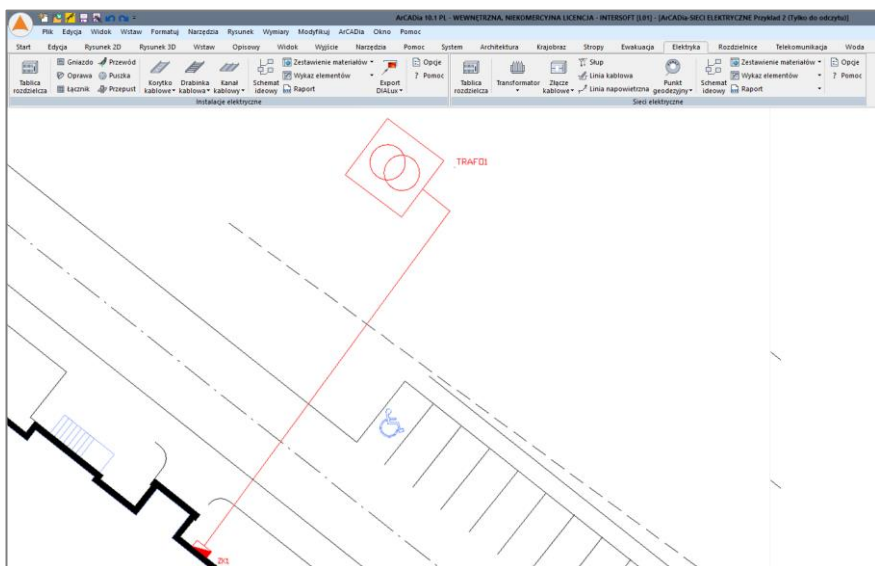

Rys. 13. Właściwości Zabezpieczeń.
- Następnie kliknij przycisk **Zabezpieczenie początkowe** w oknie właściwości linii kablowej i przejdź do zdefiniowania zabezpieczenia linii, Rys. 13.